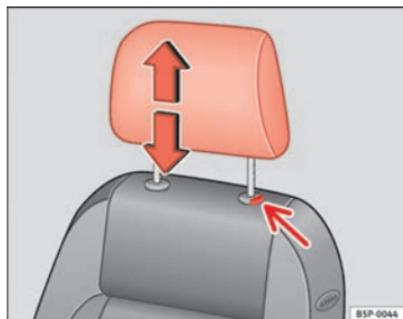

Fig. 94 Regulação ou desmontagem do encosto de cabeça
- Premir o botão ⇒ fig. 94 (seta).